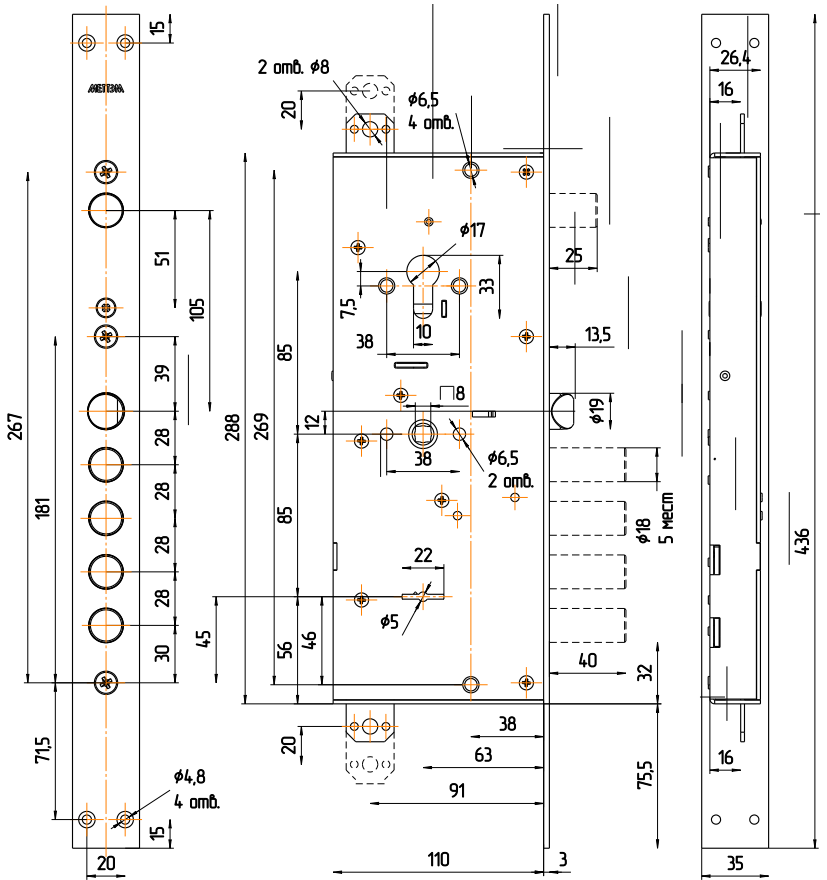

Рис.2
4.1. Произвести разметку и выполнить на полотне двери гнездо для корпуса замка, отверстие для ключа, цилиндрического механизма и стержня ручек фалевых, а в дверной коробке – отверстия для ригелей засовов, защёлки (см. рис.2).